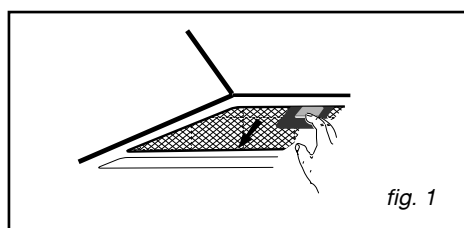

fig. 1
- Empurre o puxador integrado do filtro de cassete (fig. 1).
- Retire a tampa de lâmpada (fig. 1).